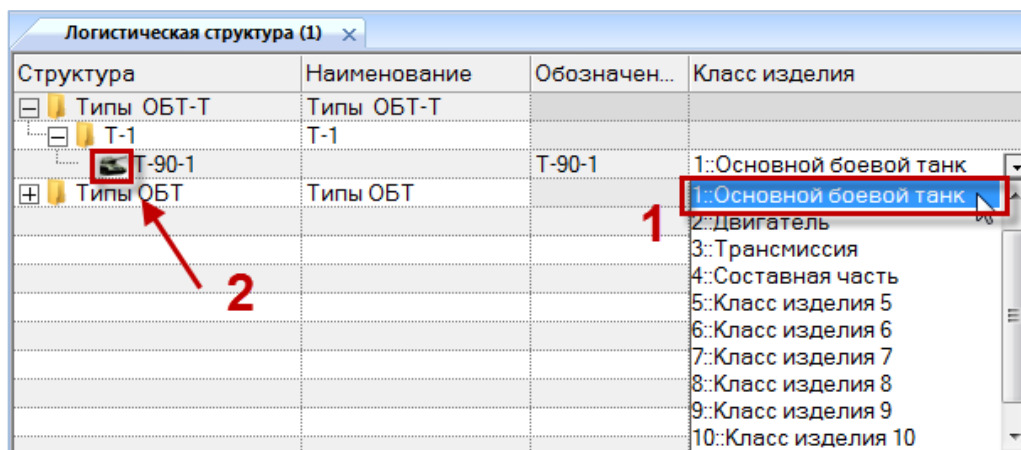

Рис. 10-13 – Выберите класс изделия «Основной боевой танк»
9) Выбрать класс изделия, указывающий на то, что данный компонент является финальным изделием (1 на рис. 10-13). Значок, обозначающий компонент, сменится на значок финального изделия (2 на рис. 10-13).